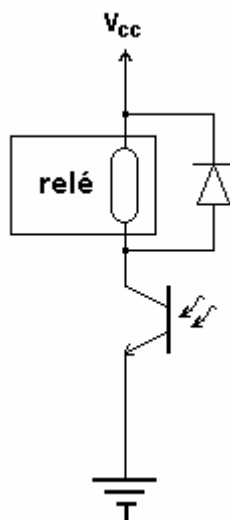

Figura 6: Relé alimentado directamente por fototransistor.
4.2.a) Calcule los valores de las resistencias R3 y R4 para que el circuito de la **Figura 6** funcione correctamente. Los aspectos importantes que debe tener en cuenta son la corriente máxima que puede soportar el led de IR y la corriente que se induce en el fototransistor. En este montaje podría alinear con precisión el emisor con el receptor, así que elija el fototransistor con menor apertura de haz de los dos que se han suministrado. Monte el circuito dejando poco espacio entre el led y el fototransistor y compruebe que funciona introduciendo un objeto metálico entre ambos (pinzas, tijeras,...). Pruebe a alejar ambos componentes entre sí. ¿Sigue funcionando?
- 4.2.b) ¿Cree que hubiera sido adecuado excitar la bobina del relé directamente con el fototransistor (como se muestra en la **Figura 6**) en lugar de utilizar el BC548? ¿Por qué?